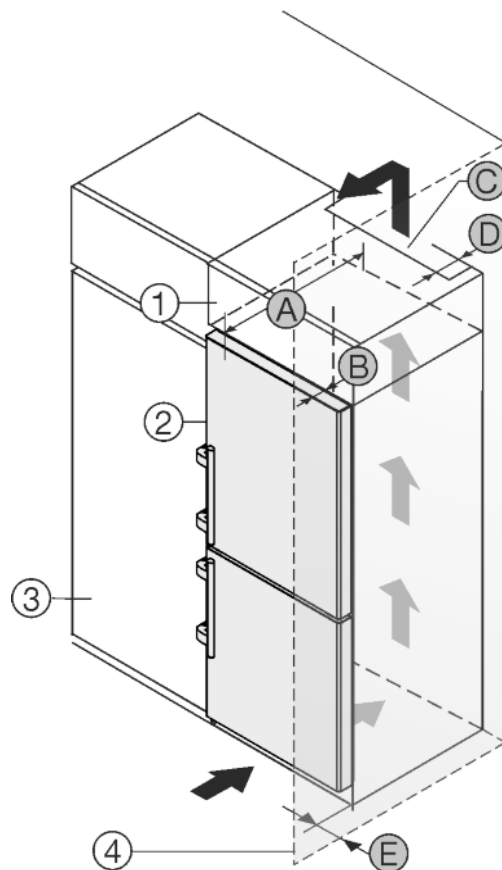

Fig. 11
Spotřebič lze zabudovat do kuchyňských skříní. K vyrovnání spotřebiče Fig. 11 (2) na výšku kuchyňské linky lze na přístroj nasadit nástavec Fig. 11 (1).
Spotřebič lze instalovat přímo vedle kuchyňské skřínky Fig. 11 (3). Aby bylo možné dvířka plně otevřít, musí spotřebič přesahovat o hloubku Fig. 11 (B) vůči přední linii kuchyňské skřínky. V závislosti na hloubce kuchyňských linek a použití vymezení odstupů od stěny může spotřebič vyčnívat dále.
- Na zadní straně skřínky nástavce musí být větrací šachta hluboká alespoň hloubku Fig. 11 (D) mm přes celou šířku nástavce skřínky.
- Pod stropem místnosti musí být dodržen ventilační průřez Fig. 11 (C).
Pokud je spotřebič se závěsy instalován vedle stěny Fig. 11 (4), musí být dodržena vzdálenost Fig. 11 (E) mezi spotřebičem a stěnou. To odpovídá přesahu madla při otevřených dvířkách.